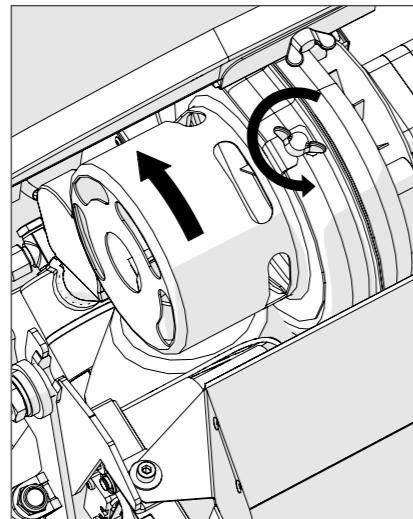

Ilustración 10
4. Aflojar el tornillo del adaptador del ventilador (ilustración 10).